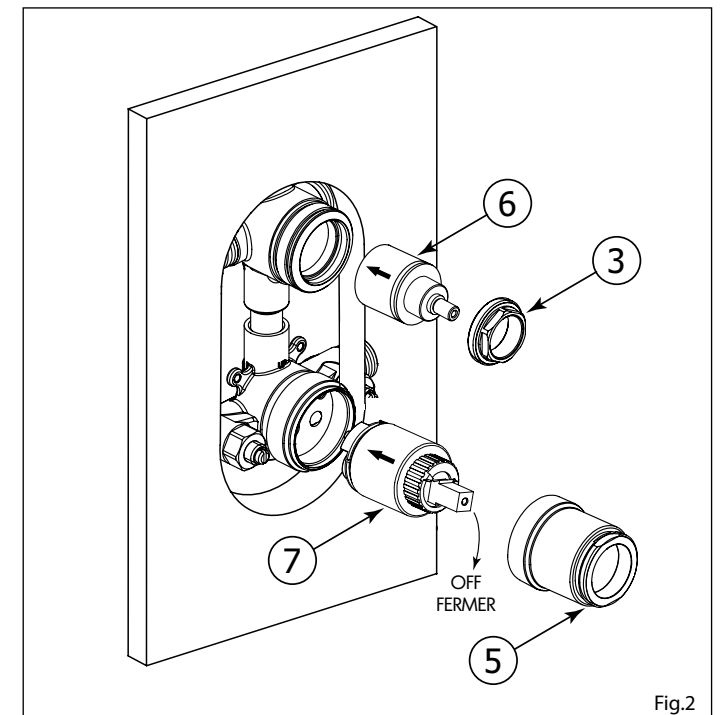

Fig.2
Insert the P/B cartridge (7) and the diverter cartridge (6) into the valve body as shown (Fig.2). Screw the cartridge holder (5), large nut (3) back into place. DO NOT OVERTIGHTEN.
Insérer la cartouche P/B (7) et la cartouche du déviateur (6) dans la valve tel qu'illustré. (Voir Fig.2). Revisser le manchon (5) et l'écrou (3) en place. NE PAS TROP SERRER.